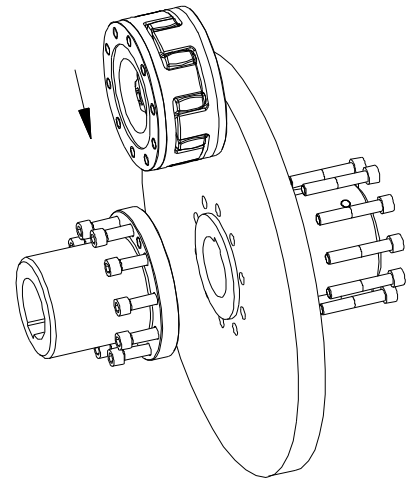

Bild 6
- Setzen Sie die zusammengesteckten Teile zwischen die Kupplungsflansche (4Nv/4Nx). (siehe Bild 6)